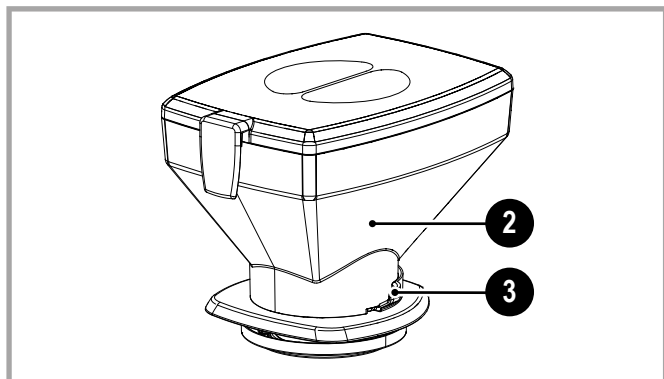

Fig. 8.1 - Tremonha
Para a limpeza da tremonha, realize as seguintes operações (Fig. 8.1 e 8.2).
- Feche a porta (3 - Fig. 8.1), empurrando-a para o interior. Inicie a moagem até acabar os resíduos de café no moinho-doseador.
- Remova a tremonha (2 - Fig. 8.1) do moinho-doseador.
- Retire o eventual café que ficou na tremonha (2 - Fig. 8.1).
- Antes de voltar a posicionar a tremonha (2 - Fig. 8.1) no moinho-doseador, assegure-se de secar perfeitamente as partes molhadas ou humedecidas.